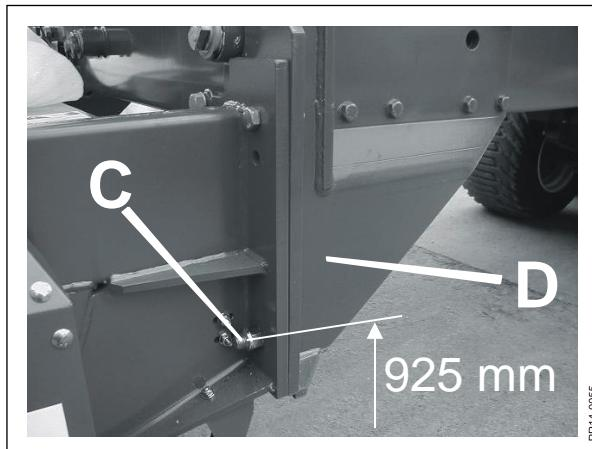

Fig. 2-1
- Fig. 2-1** Ved sammenkobling af forsatsen og vognenhed, skal de nederste boltehuller **C** på monteringsflangen **D** på vognen anvendes. Den korrekte højde op til de nederste bolte er **925 mm**, hvorved det med den rette pick-up indstilling sikres at vognbunden er tilnærmelsesvis vandret.